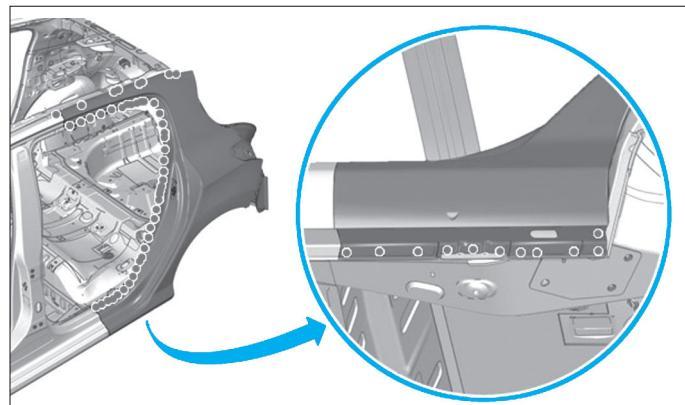

FIG. 166
- Souder par pointage électrique (Fig.166).